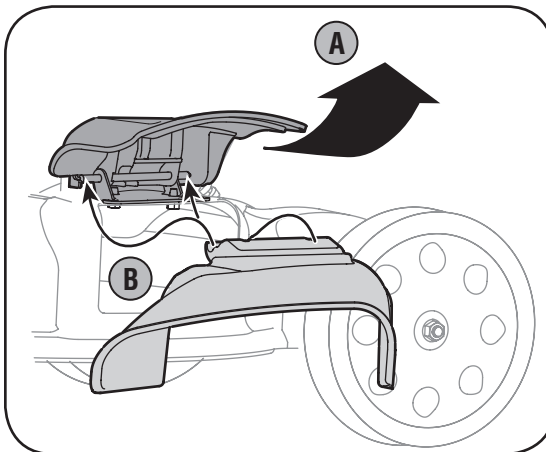

Figura 3-6: Instalación del canal de descarga lateral.
- b. Deslice los dos ganchos del canal de descarga lateral debajo del pasador en el montaje de la clavija para abono y baje la clavija para abono lateral, Figura 3-6. No extraiga la clavija para abono lateral en cualquier momento, aún cuando no esté abonando.